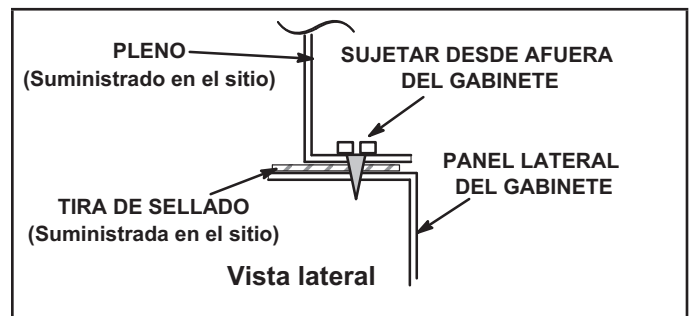
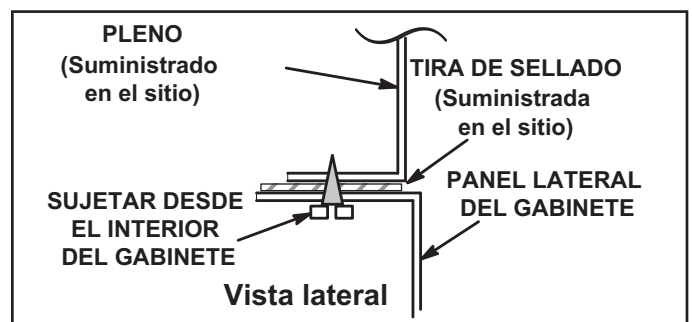

FIGURA 17
FIGURA 18
- 1- El borde inferior del pleno debe bridarse con un borde dobladillado (ver la FIGURA 17 o FIGURA 18).